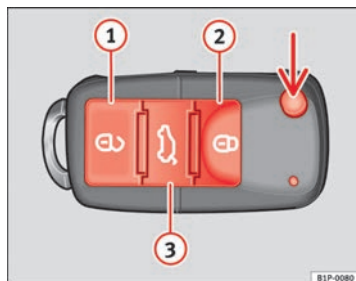

Abb. 64 Tastenbelegung Funkschlüssel
Mit der Taste $\Rightarrow$ Abb. 64 (Pfeil) der Fernbedienung wird der Schlüsselbart ausgeklappt.
Fahrzeug entriegeln $\Rightarrow$ Abb. 64 ①.
Fahrzeug verriegeln $\Rightarrow$ Abb. 64 ②
Heckklappe entriegeln. Die Taste $\Rightarrow$ Abb. 64 ③ betätigen, bis alle Blinkleuchten am Fahrzeug kurz aufleuchten. Nach Drücken der Entriegelungstaste $\Rightarrow$ ③ können Sie die Heckklappe innerhalb von 2 Minuten öffnen. Nach Ablauf dieser Zeit wird die Heckklappe wieder verriegelt.
Zudem blinkt die Batterie-Kontrollleuchte des Schlüssels $\Rightarrow$ Abb. 64 auf.
Bei einmaligem Drücken der Taste $\Rightarrow$ Abb. 64 ① wird nur die Fahrertür entriegelt. Alle anderen Türen bleiben verriegelt. $\blacktriangleright$
- Betätigen Sie die Taste  ⇒ Abb. 64 an der Funk-Fernbedienung.